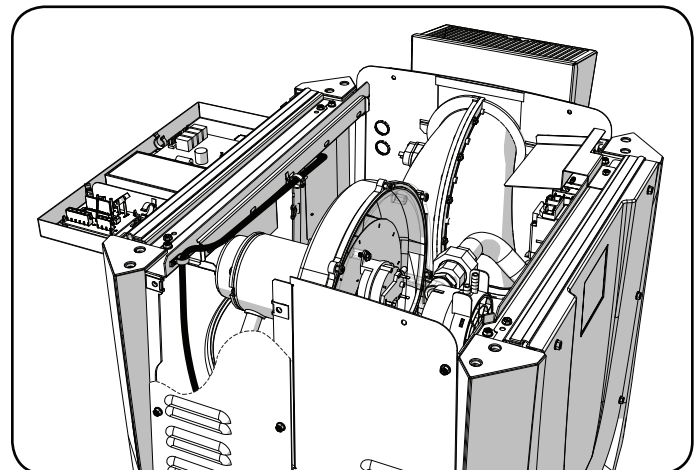

Figure 8. Acheminement du faisceau de dispositif de dérivation
3. Acheminez le câble le long de la surface intérieure du réchauffeur et derrière le chemin de câbles à haute tension. Voir Figure 8.
4. Fixez-le au coin du montant de chemin de câbles en utilisant la bride en P installée ou les attaches autobloquantes incluses dans l'ensemble. Voir Figure 8.
5. Acheminez-le dans la douille-entretoise située au centre du montant de chemin de câbles. Si aucune douille-entretoise n'est installée, veuillez le fixer à l'aide des attaches autobloquantes. Voir Figure 8.